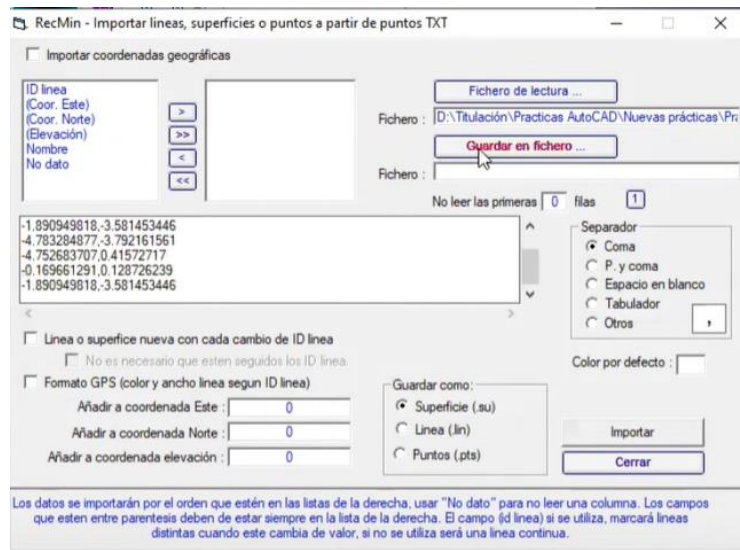
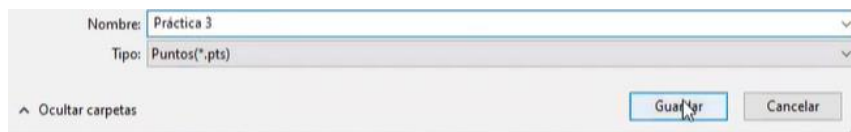

Figura 208. Guardar en fichero.
Figura 209. Nombre del archivo.
49. Nuevamente en la ventana de Importar, presionar clic en el botón “Guardar en fichero de lectura” (figura 208), introducir el nombre con el cual se guardará el archivo y seleccionar la extensión “.pts” (figura 209).